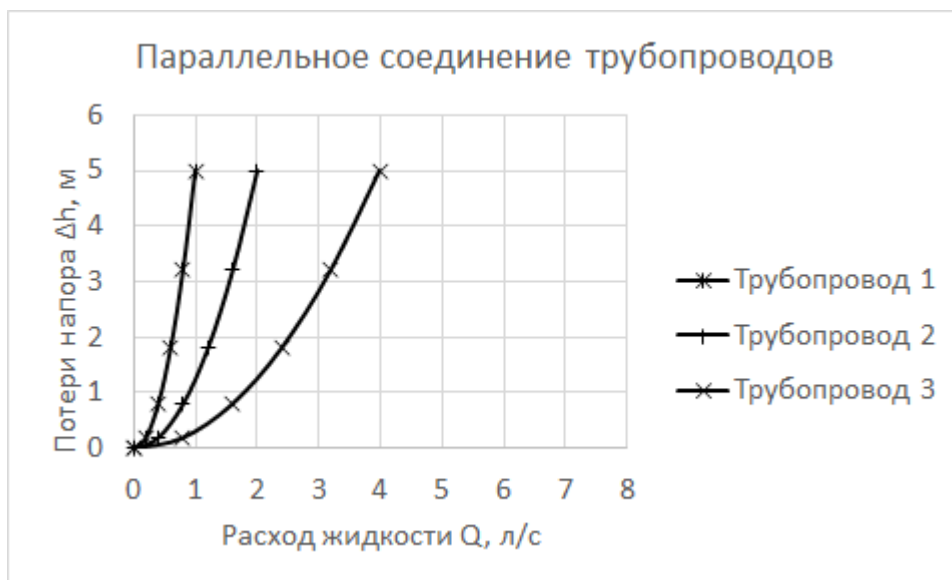

Рис. 2
2. Построить характеристику параллельного соединения трубопроводов. Пояснить порядок построения характеристики. Характеристики, входящих в соединение трубопроводов, приведены на рис. 2.